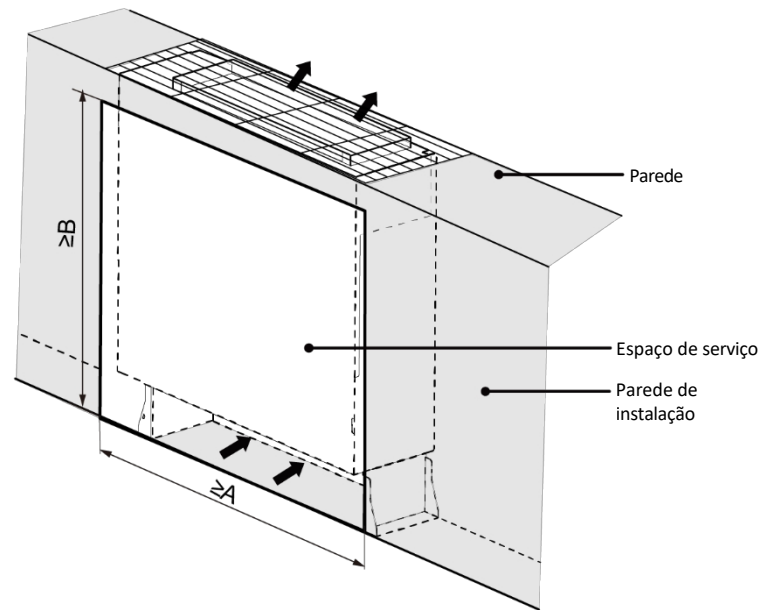

Fig. 3.2.1
- 6 Quando a unidade interior for embutida, certifique-se de que a instala de acordo com as dimensões indicadas na Fig. 3.2.1, de modo a deixar espaço suficiente para a manutenção.